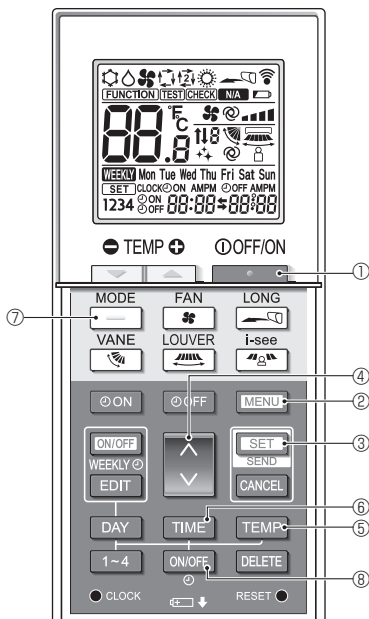

Fig. 6-9
- Θα εμφανιστεί η οθόνη ρύθμισης λειτουργίας και θα αναβοσβήσει ο αρ. λειτουργίας Α. (Fig. 6-9)